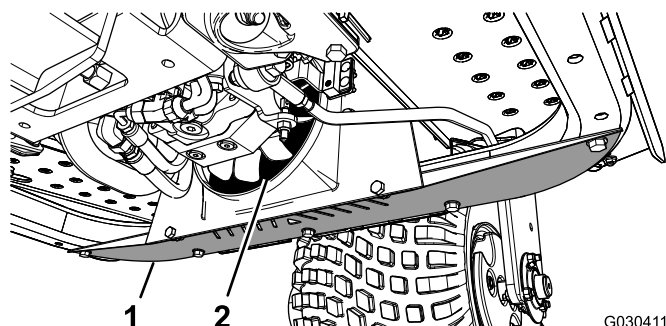

Рисунок 44
1. Снимите нижний щиток (Рисунок 44).
2. Используя патрубок, продуйте сжатым воздухом пространства между лопастями вентилятора (Рисунок 44), чтобы удалить загрязнения наружу в том направлении, в котором они были занесены.